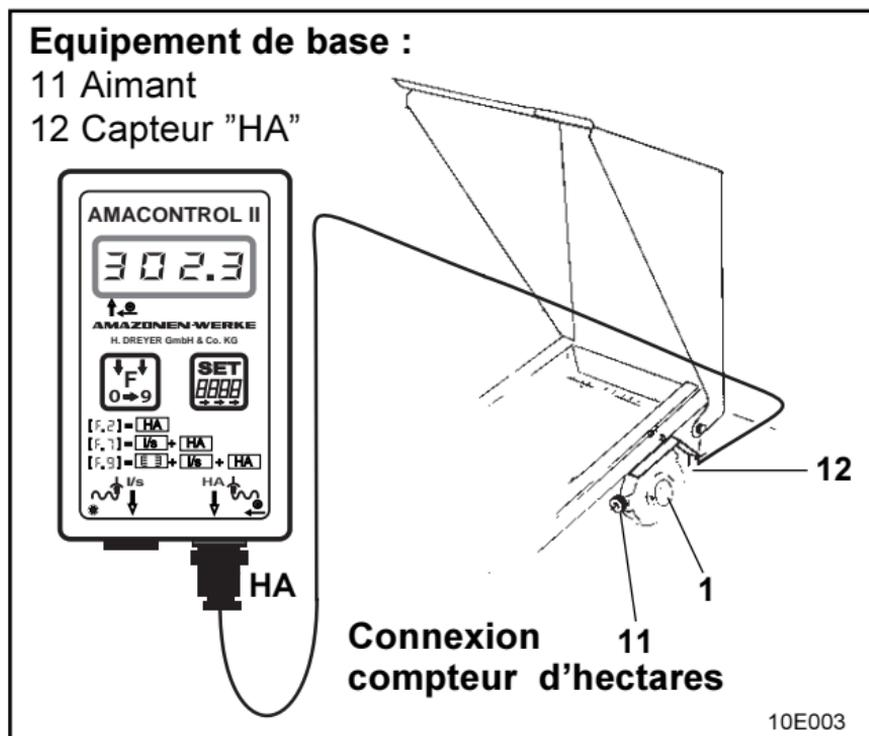

Fig. 2.2
La figure 2.2 indique les emplacement de fixation du capteur et des aimants sur l'arbre d'entrée du boîtier de vitesses (1).